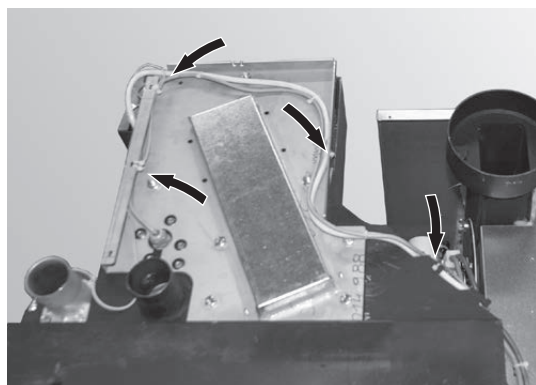

Fig. 51 Posare il cavo e fissarlo con delle fascette
- ▶ Posare il cavo dell'interruttore di prossimità superiore serbatoio e fissarlo con delle fascette – Fig. 51.